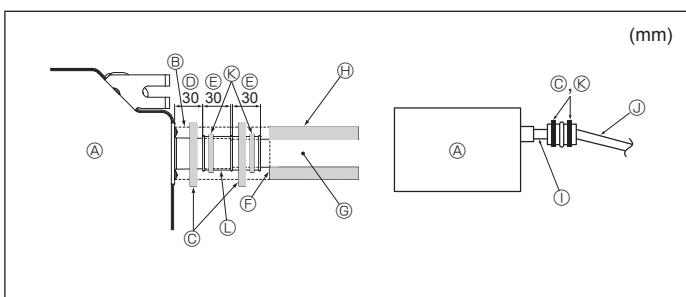

Fig. 3-2
⑮ Azami 850 mm
- Drenaj soketini (üniteyle birlikte verilmiştir) drenaj çıkışına bağlayın. (Fig. 3-2) (Boruyu PVC tutkaliyla tutturduktan sonra bantlayarak tespit edin.)
⑨ İzolasyon maddesi
⑩ Bant (büyük)
⑪ Drenaj çıkış (şeffaf)
⑫ Daldırma marjı
⑬ Eş